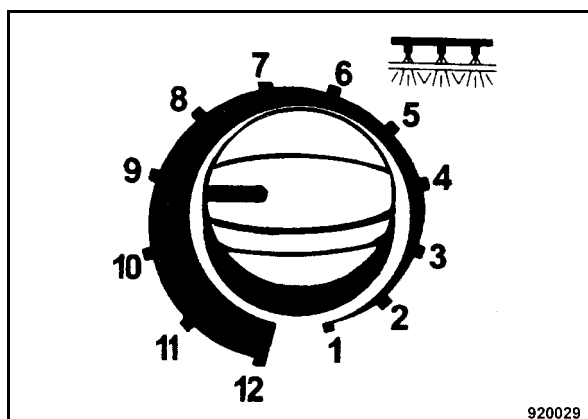

Fig. 96
- Impostare l'interruttore a intermittenza per l'irrorazione a pressione (Fig. 96) sull'intervallo di fuoriuscita desiderato.